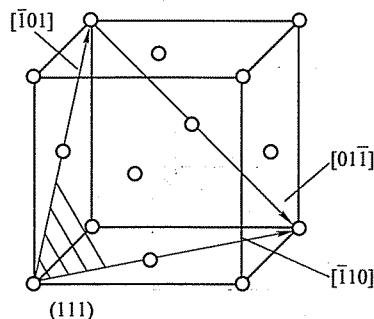

图 19-3 第四题解答图
铜是面心立方晶体, 其单位晶胞如图 19-3 所示。
2. 面心立方晶体发生滑移的一个晶面  $(111)$  以及这个晶面上发生滑移的三个晶向  $[01\bar{1}]$ 、 $[\bar{1}10]$ 、 $[10\bar{1}]$  如图 19-3 中所注。